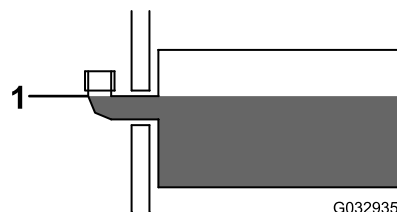

Bild 25
- Nehmen Sie den Fülldeckel vom Hydraulikbehälter ab (Bild 25).
- Füllen Sie den Behälter langsam bis zum Füllkrümmer mit Hochleistungshydrauliköl von BOSS (Bild 25).